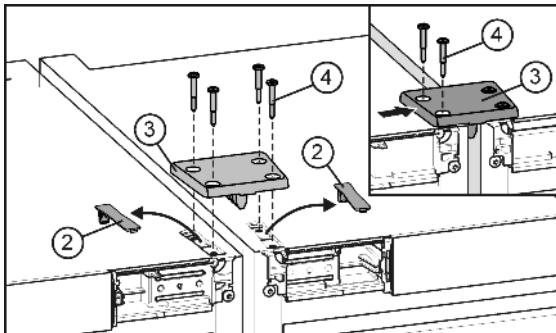

Fig. 5
▶ 松开并取下盖子 Fig. 5 (2)。
▶ 放上连接架 Fig. 5 (3)，并在一台设备上用两个螺栓 Fig. 5 (4) 松动固定。